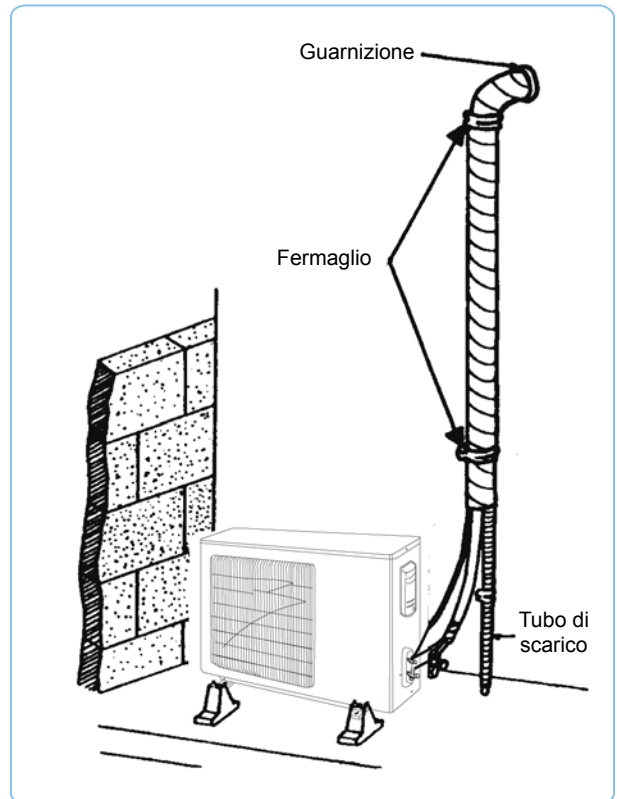
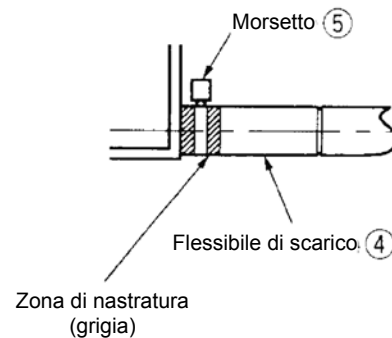

Figura 1
Fig.2
INSTALLAZIONE DELL'UNITÀ ESTERNA IN POSIZIONE INFERIORE RISPETTO ALL'UNITÀ INTERNA (Figura 1)
- Il tubo di scarico deve essere mantenuto più corto possibile ed inclinato verso il basso ad una pendenza di almeno 1/100, onde prevenire sacche d'aria (fare riferimento alla Figura 1).
- Usare il flessibile di scarico fornito (4) ed il rispettivo morsetto (5).
- Inserire il flessibile di scarico a fondo nella presa dello scarico. Stringere il morsetto entro la distanza indicata dal nastro grigio fino a quando la testa della vite viene a trovarsi a meno di 4 mm dal flessibile (fare riferimento alle Figure 2, 3).